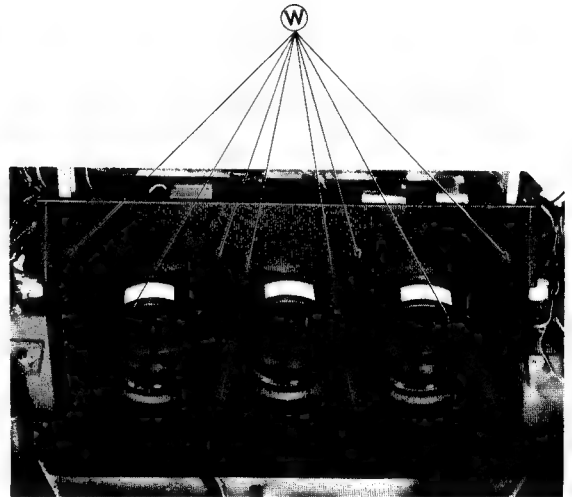

Fig. 20 Abb. 20
4. Remove 8 screws (W) in fig. 20.
4. Die 8 Schrauben (W) in Abb. 20 entfernen.